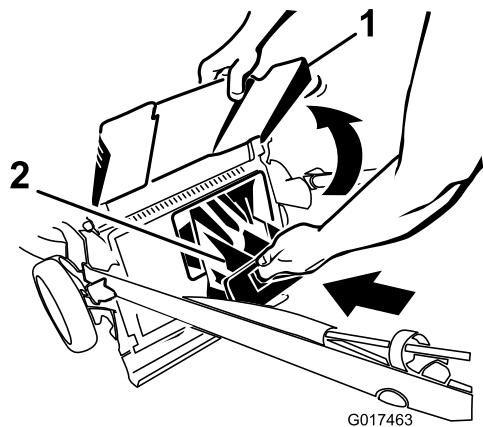
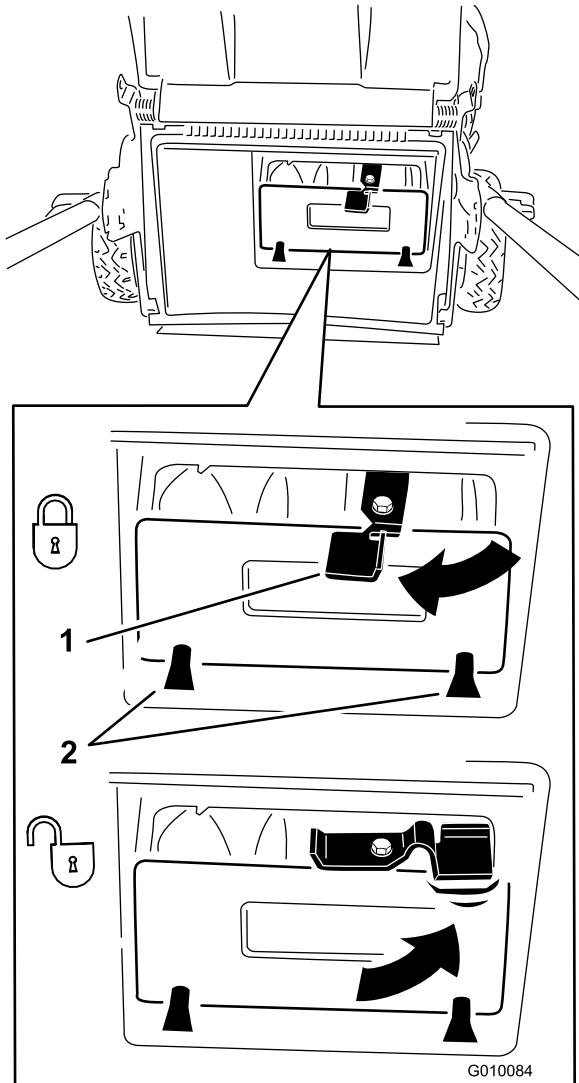

Figura 16
Figura 17
**Importante:** Asegúrese de que el tapón de descarga trasera está bloqueado en su sitio. Para bloquear el tapón: Levante el deflector de descarga (Figura 16), introduzca el tapón y presione firmemente hasta que encaje detrás de las pestañas, y gire la palanca del tapón a la izquierda (Figura 17).
**Nota:** Para desbloquear el tapón, gire la palanca del tapón a la derecha (Figura 17).